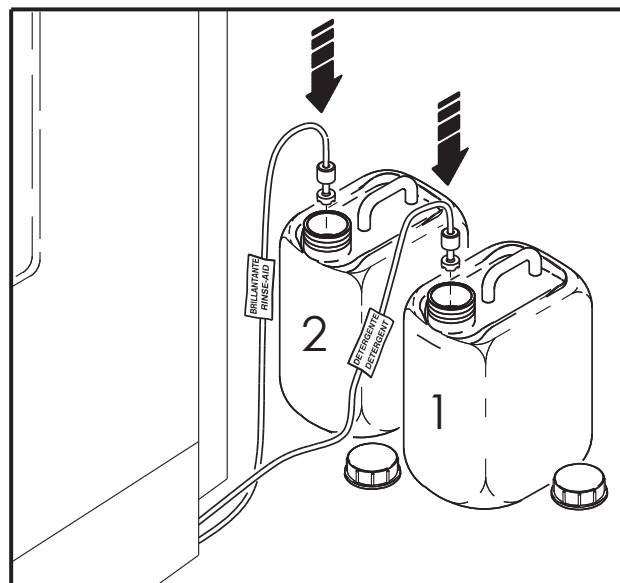

Fig. 22
- Controllare il livello brillantante e detergente nel contenitore esterno, ed eventualmente sostituirlo (fig. 22)